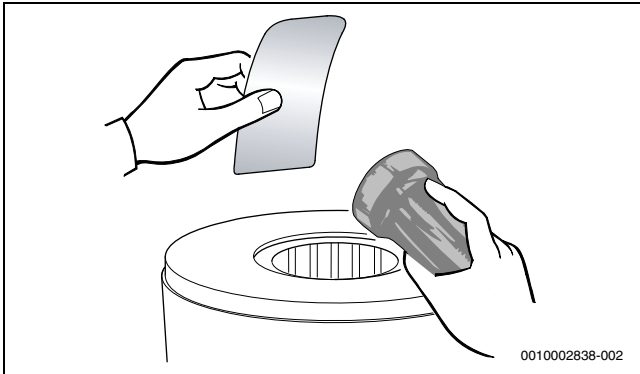

Bild 70 Wärmeblock auf Rückstände prüfen
- ▶ Wärmeblock erneut auf Rückstände prüfen (→ Bild 70).